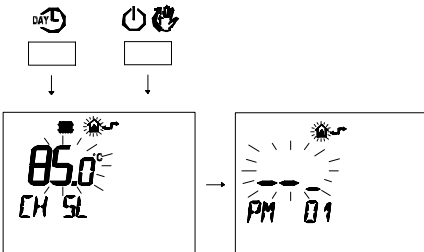

Figura 5.64
- Premere contemporaneamente i pulsanti $\text{DAY} \odot$ e $\text{ON} \text{OFF}$ per entrare nella programmazione trasparente (Figura 5.64).